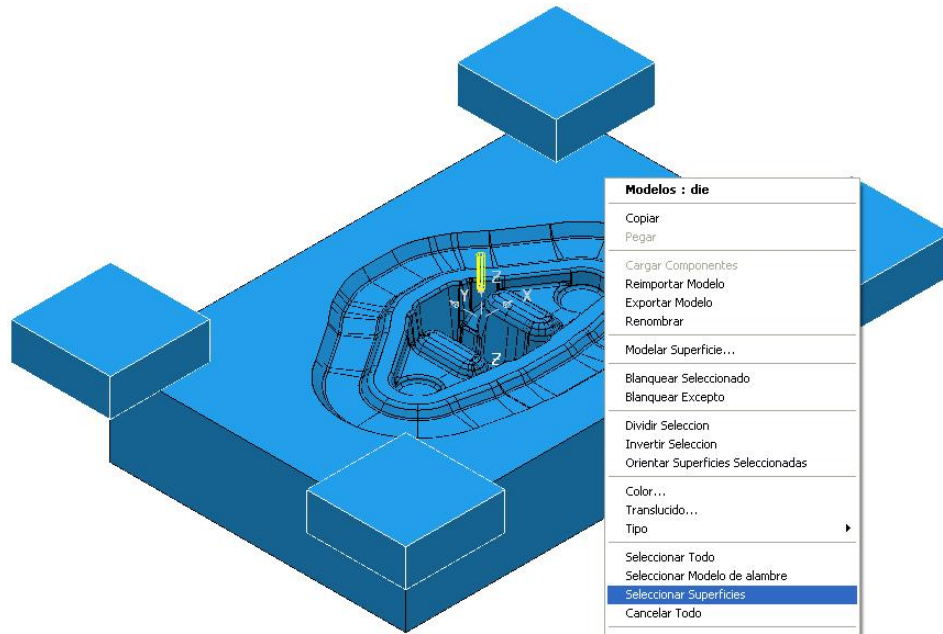

Figura 2.217 Seleccionar Superficies del modelo.
- Usar el botón derecho y hacer clic sobre el modelo, Seleccionar Superficies (Figura 2.217).